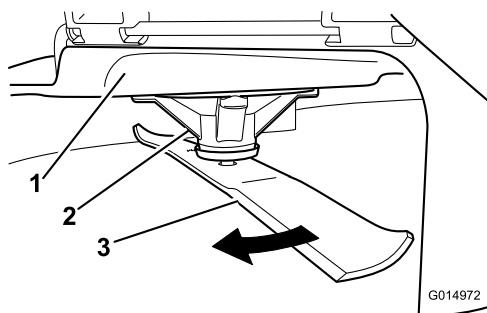

Рисунок 64
2. Используя толстые перчатки или другие подходящие средства защиты рук, медленно поверните нож в положение, позволяющее измерить расстояние от режущей кромки до уровня горизонтальной поверхности, на которой стоит машина (Рисунок 64).